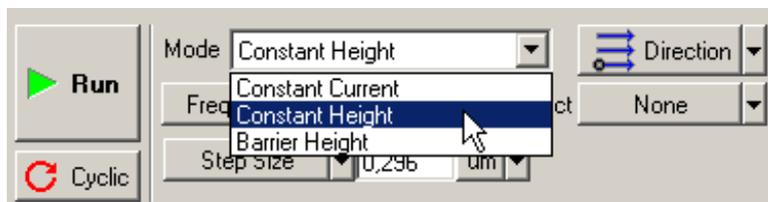

Рис. 10-22
2. В раскрывающемся списке **Mode** выберите метод **Constant Height** (Рис. 10-22).